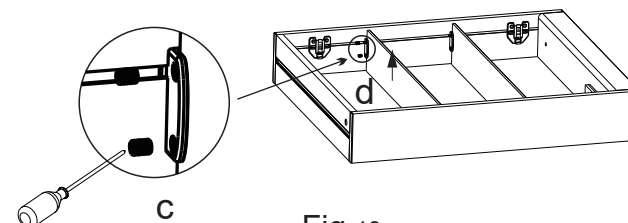

Fig. 13
4.2. Retirez les 4 vis (c) des supports d'étagère et enlevez le verre d'étagère (d) (fig. 13).